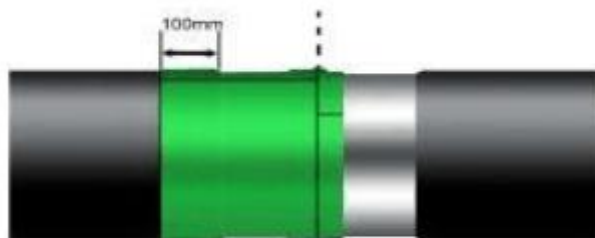

图12
③HLD 粘弹体防腐胶带与管体预制的 PE、PP 或 FBE 涂层搭接长度不应小于 100mm，如图 12 所示，使用 300mm 宽胶带原位缠绕一周，自 10 点钟或 2 点钟位置开始向下缠绕；